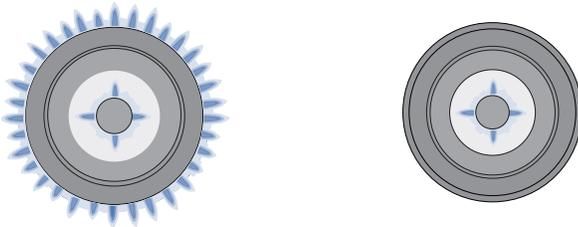
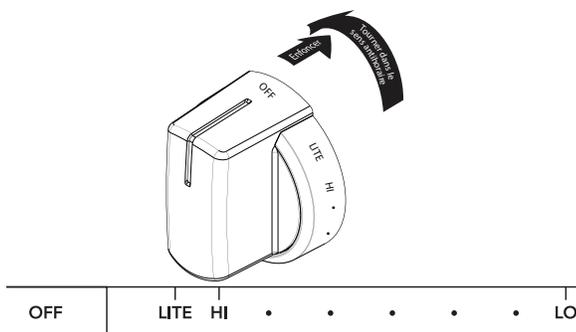

Figure 5 : Brûleur au niveau le plus élevé (G) et sur mijotage (D)
Figure 6 : Réglage du brûleur à double circuit
2. Vérifiez si les circuits interne et externe du brûleur à double circuit sont allumés (Figure 5). Une fois allumé, tournez la commande vers la gauche et réglez-la sur la dimension de flamme souhaitée.
3. Si vous souhaitez cuisiner avec une petite flamme ou une flamme de mijotage, faites tourner le bouton de commande vers la gauche de la position HI (élevée) vers la position LO (basse) (Figure 6). Lorsque le bouton est suffisamment tourné vers le réglage LO (Bas), la flamme du circuit externe du brûleur s'éteint et ne laisse que le brûleur interne avec une flamme de mijotage (Figure 5). Le cas échéant, réglez la flamme.